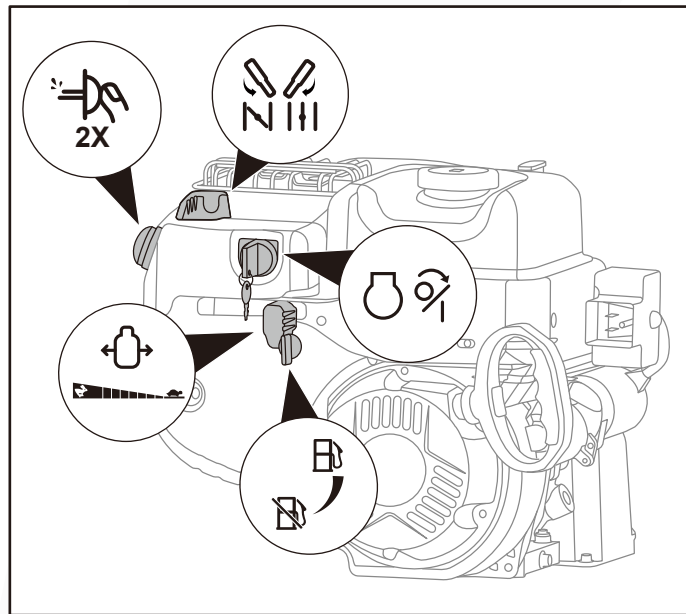

Figura 11A
- Mueva el control de aceleración a la posición "RÁPIDA". El motor debe operarse en la posición "RÁPIDA". (Figura 11A)
- Mueva la válvula de combustible a la posición "ABIERTA". (Figura 11A)
- Inserte la llave de seguridad y gírela a la posición "I" (ENCENDIDO). (Figura 11A)
- Mueva el control del inductor a la posición CERRADO. (Figura 11A)
- Empuje la bombilla de cebado dos (2) veces. (Figura 11A)
- A medida que el motor se calienta, mueva el control del inductor a la posición ABIERTA. (Figura 11A)